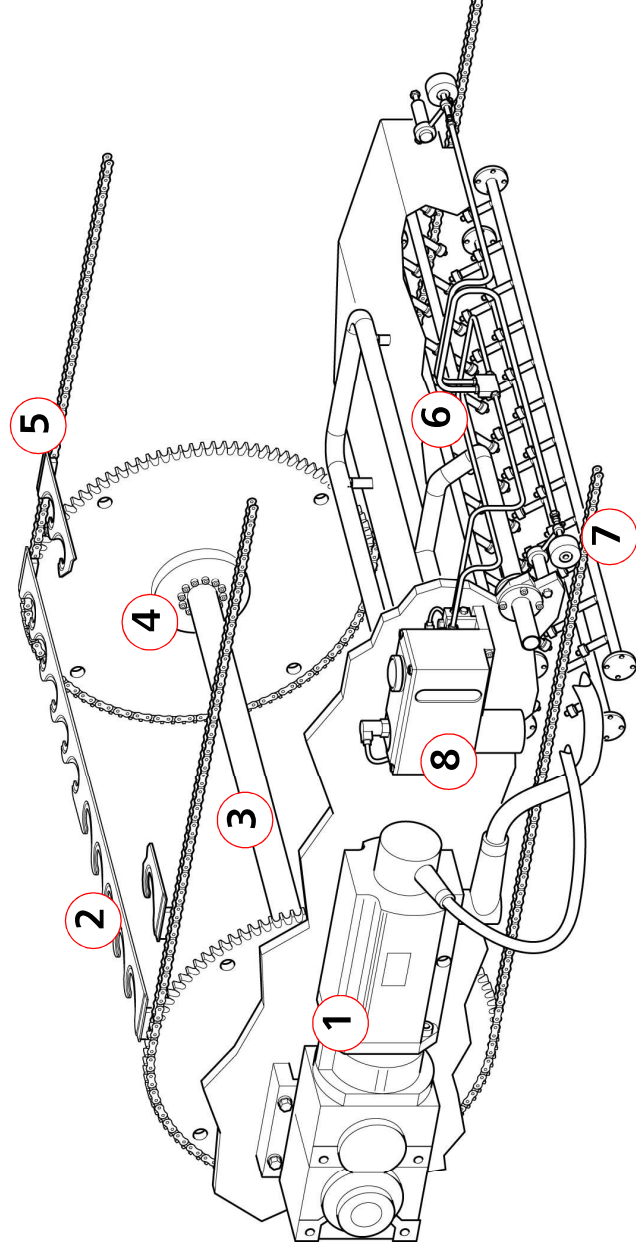

Bild 6-3
a) wöchentlich (Bild 6-3)
b) nach jeweils 500 Betriebsstunden (Bild 6-3)